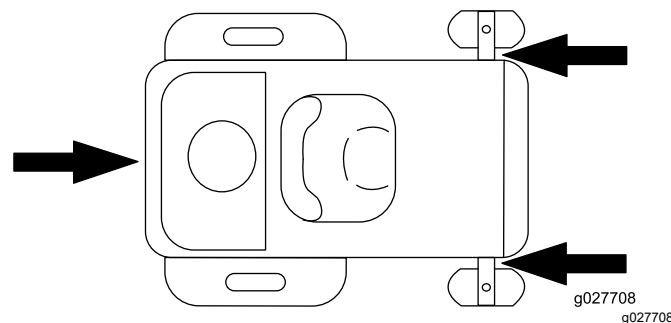

Figure 23
- Arrimez solidement la machine sur la remorque ou le camion à l'aide de sangles, chaînes, câbles ou cordes. Utilisez uniquement les quatre points d'attache désignés de la tondeuse : deux à gauche et deux à droite (Figure 23). Utilisez